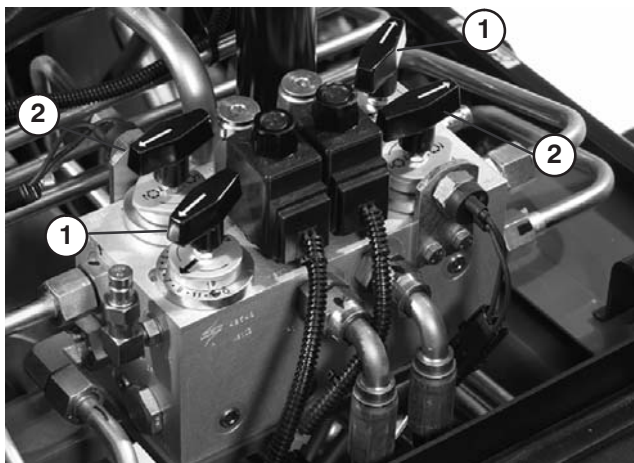

Figure 70
3. Localisez les boutons de sélection de vitesse des cylindres et les boutons de rodage (Fig. 70). Tournez le(s) bouton(s) de rodage voulu(s) à la position de rodage, et le(s) bouton(s) voulu(s) de sélection de vitesse des cylindres à la position "1."